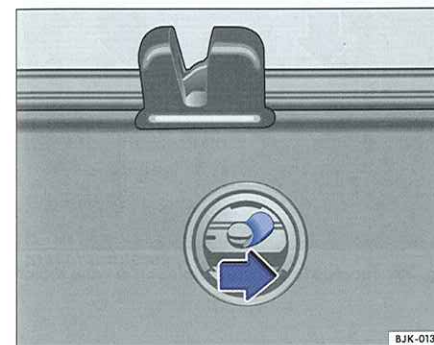

Fig. 37 Desbloqueo de emergencia del capó del maletero
- Presione la palanca de desbloqueo ⇒ fig. 37 en el sentido que indica la flecha para desbloquear el capó del maletero.